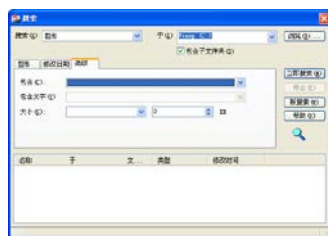

图 8.46 【高级】选项卡
- 【高级】选项卡：指定其他搜索参数，如图 8.46 所示。例如，可以输入文字进行搜索，查找包含特定文字的块定义名称、属性或图形说明。还可以在该选项卡中指定搜索文件的大小范围。例如，如果在【大小】下拉列表中选择【至少】选项，并在其后的文本框中输入 30，则表示查找大小为 30KB 以上的文件。